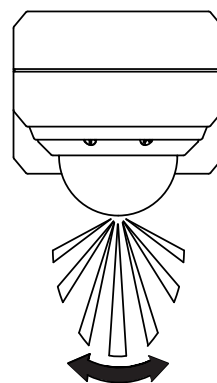
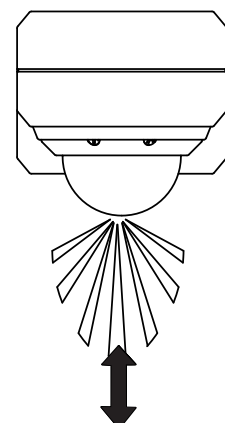

Abb. 1B
Abb. 1C
- Der Überwachungsbereich des Bewegungsmelders kann in Abhängigkeit von Montagehöhe und Montageort sowie der Umgebungstemperatur leicht variieren. Beachten Sie bitte, bevor Sie einen Platz zur Installation Ihres Bewegungsmelders auswählen, dass der Sensor auf Bewegungen, die quer zum Überwachungsbereich erfolgen (siehe Abb. 1B), empfindlicher reagiert als auf Bewegungen direkt auf den Sensor zu oder weg vom Sensor (siehe Abb. 1C).